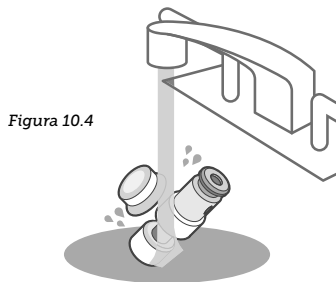

Figura 10.4
- c. Sciacquare entrambe le parti con acqua pulita e fissare nuovamente la valvola a galleggiante sul coperchio utilizzando il tappo in silicone della valvola a galleggiante. [Figura 10.4]